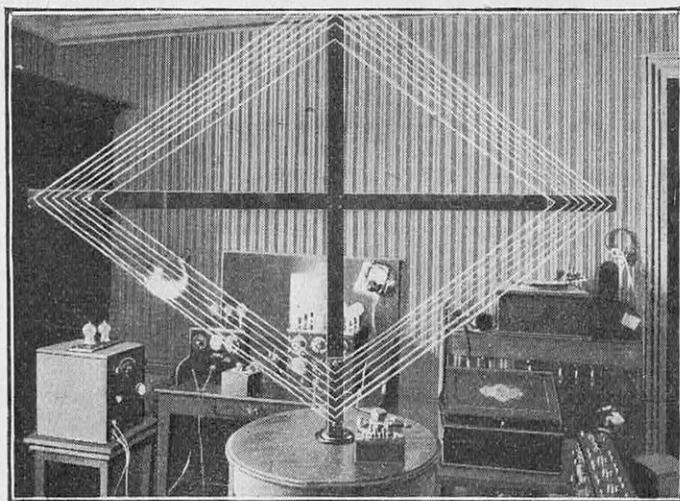

FIG. 1. — CADRE EN SPIRALE PLATE MONTÉ SUR SUPPORT PIVOTANT
M. Hémardinquer, qui a étudié spécialement le problème de la réception sur cadre aux plus grandes distances, nous a communiqué le résultat sommaire des essais entrepris. Le cadre doit être bobiné en spirale plate, comme le montre la figure 1;
L'accord se fait simplement (fig. 1) à l'aide du condensateur variable à air indiqué sur la photographie et qui est placé en dérivation sur les fils d'arrière du cadre. On ne peut employer un amplificateur à résistances, son rendement est, en effet, très médiocre au-dessous de 1.500 mètres ; on ne peut non plus se contenter d'un détecteur à lampe, ou à galène, suivi d'amplificateur à basse fréquence. La détection ne se fait bien, en effet, que si les signaux à détecter ont déjà une certaine intensité.